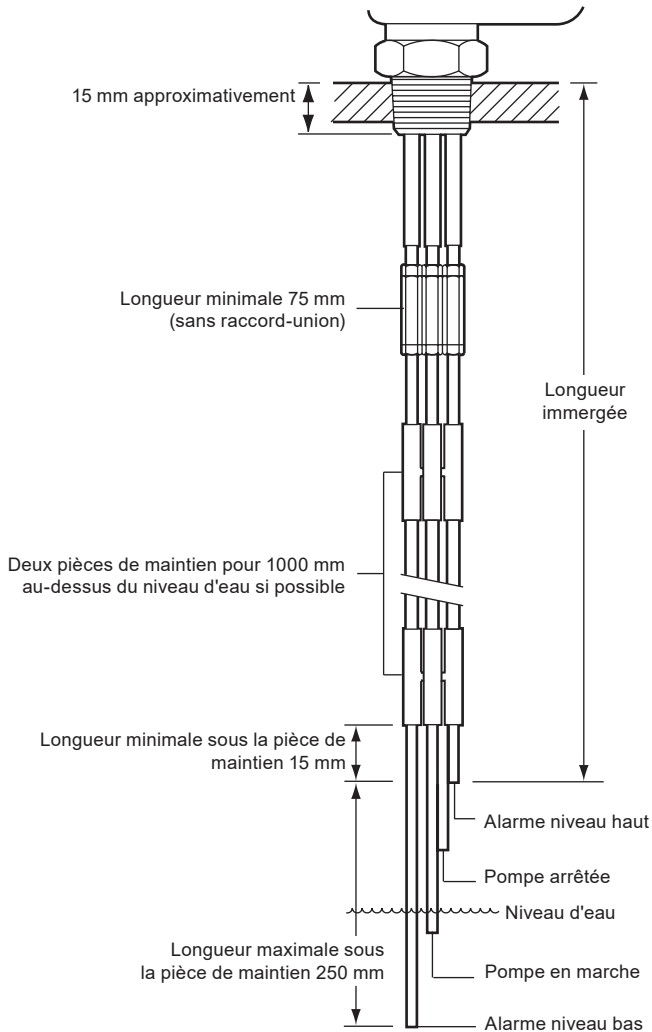

Fig. 5
- Installer la seconde pièce de maintien de la même façon (Voir Fig. 5).
- Si nécessaire, fixer le deuxième jeu de raccord-union, les tiges et deux pièces de maintien supplémentaires de la même façon que ci-dessus. (Voir Fig. 5).
Positionner la (les) pièce de maintien la plus basse, au-dessus du niveau d'eau si possible. Elle doit supporter toutes les tiges de sonde et être à au moins 15 mm du bout de la plus courte tige. La longueur maximale pour une tige sans support est de 250 mm. La longueur minimale est de 75 mm (sans raccord-union). Voir Fig. 4. Si une pièce de maintien est montée sur moins de 4 tiges de sonde, couper la partie inutile de la pièce de maintien pour éviter qu'elle ne se bloque au niveau de la bride lorsque la sonde est retirée pour entretien. Voir Fig. 5.
Pour des longueurs jusqu'à 2 095 mm, voir Fig. 5.